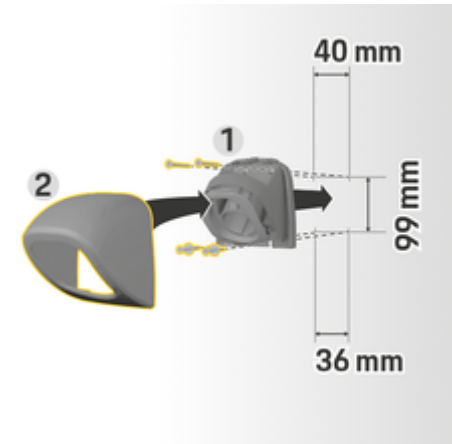

図. 6 ドリル寸法
1. コネクターファスナー 1 (図. 6) をカバー 2 (図. 6) から取り外します。
4. コネクターファスナー 1 (図. 6) を壁にネジ留めしてください。
5. カバー 2 (図. 6) をコネクターファスナー 1 (図. 6) に下から取り付け、押し上げてください。